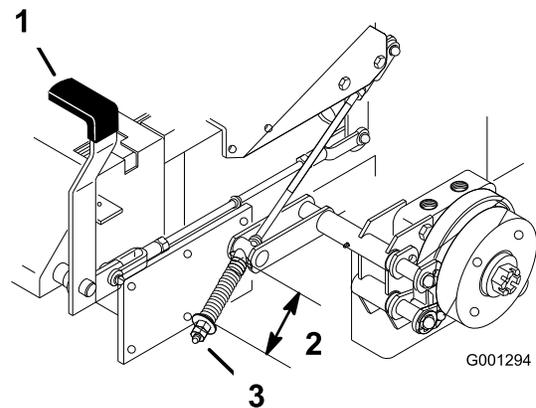

Figura 61
2. Mida la longitud del muelle. La medida debe ser de 64 mm (2-1/2 pulg.) entre las arandelas (Figura 61).
3. Si es necesario un ajuste, quite el freno de estacionamiento, afloje la contratuerca que está debajo del muelle y ajuste la tuerca que está directamente debajo del muelle (Figura 61). Gire la tuerca hasta obtener la medida correcta. Gire la tuerca en el sentido de las agujas del reloj para acortar el muelle y en el sentido contrario a las agujas del reloj para alargar el muelle.